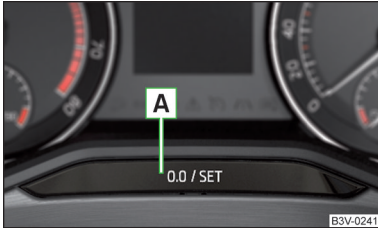

Abb. 34
- › Die Taste **A** » Abb. 34 drücken und gedrückt halten, bis im Display der Menüpunkt **Service** angezeigt wird.